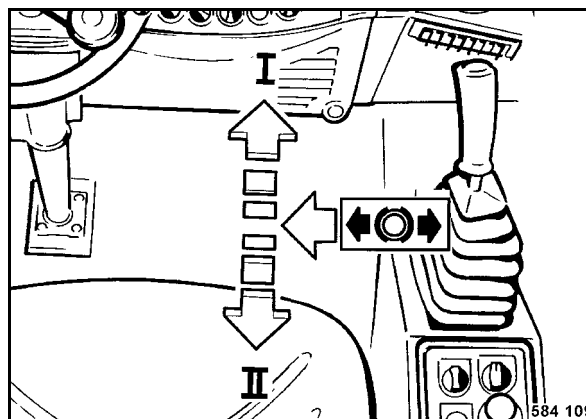

Fig. 161
- Desencajar la palanca de marcha (Fig. 161) hacia la izquierda, pero no desplazarla a posición "I" ó "II".